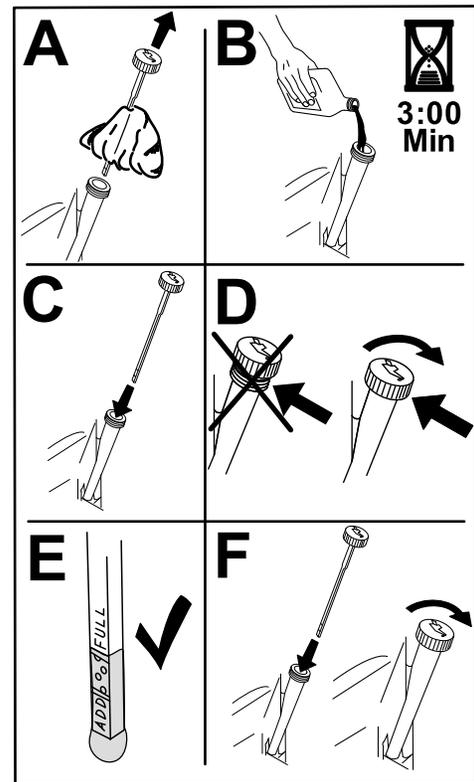

Figura 36
- Vierta lentamente un 80% aproximadamente del aceite especificado por el tubo de llenado, luego añada lentamente el resto del aceite hasta que llegue a la marca de **Lleno** (Figura 36).